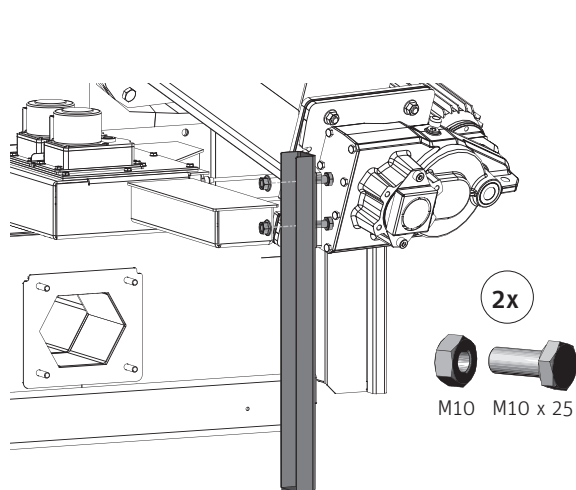

Fig. 112 Montaggio del piede d'appoggio
- ▶ Avvitare il piede d'appoggio alla staffa angolare del gruppo coclea di dosaggio con 2 dadi esagonali con flangia e dentatura M10 e viti a testa esagonale M10x25 – Fig. 112.